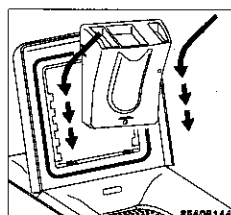

Abb.5
Setzen Sie das Waschmittelfach in die Führung ein und drücken es nach unten bis es arretiert ist (Abb.5).
- Bitte stellen Sie sicher, daß diese Teile von der Maschine entfernt wurden. Heben Sie diese Teile für den nächsten Transport auf (Abb. 5).